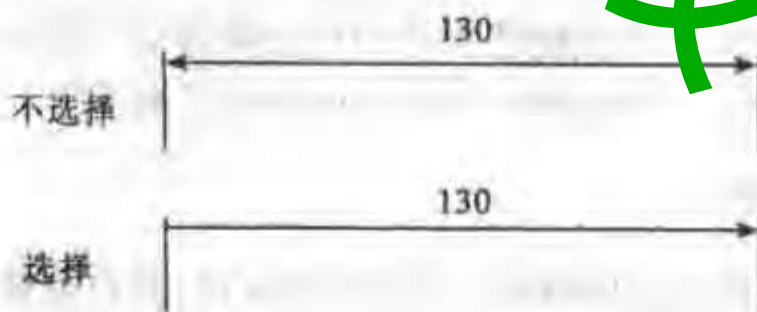

图 2-32 尺寸线 1 隐藏的效果
- 4) 隐藏, 尺寸线 1 (Dim Line 1) 隐藏的效果如图 2-32 所示。